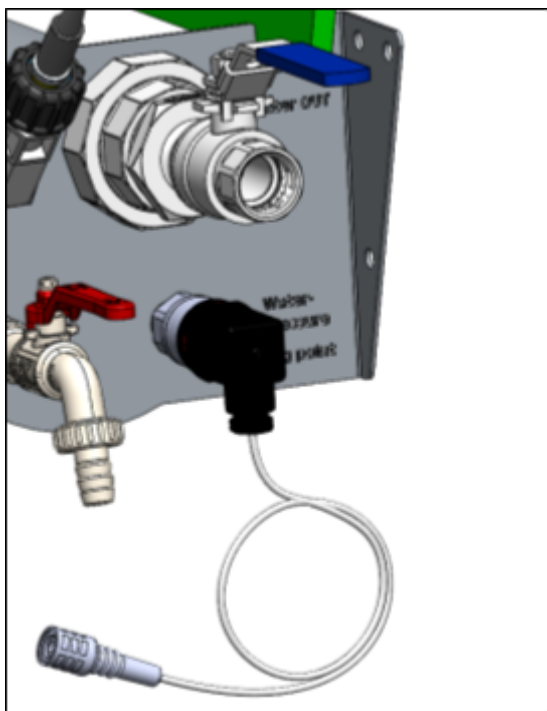

Abbildung 50.
- 6. Drucksensor (Abbildung 50)